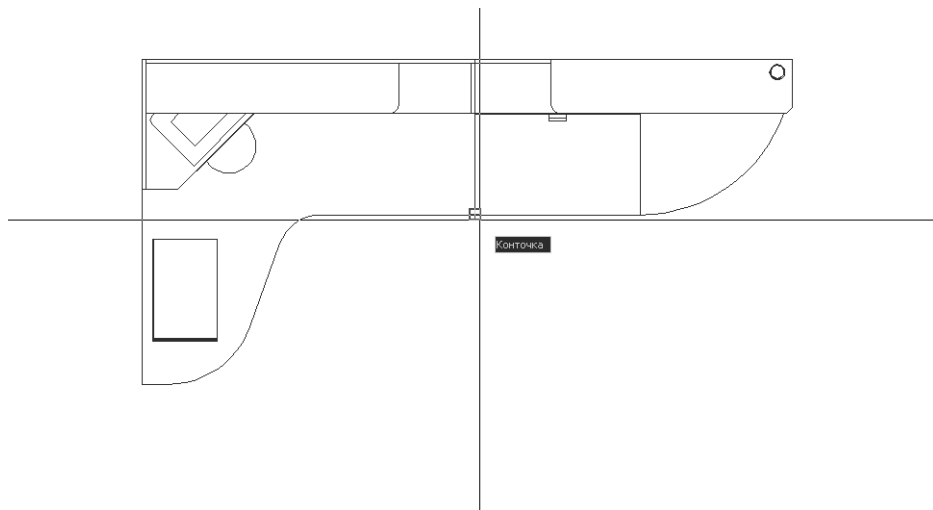

Рис. 12.7 ▼ Выбор базовой точки для режима **Смещение** (Snap From)
- AutoCAD предложит выбрать базовую точку. Выберите нижнюю точку левой вертикальной границы контура парты, как показано на рис. 12.7.